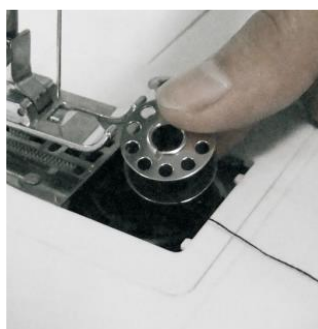

Bild 8
- 2) Sätt i den nya spolen i spolkorgen och se till att tråden löper medklocks. Lämna 10 cm tråd hängande utanför (bild 8).